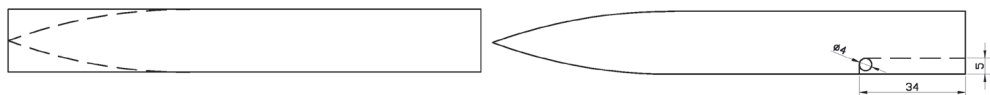

Fig. 7
7) Lavorazione da eseguirsi sull'ala da 20 mm dalla parte opposta dell'angolo d'unione con l'ala da 35 mm. Effettuare i tagli lungo le linee tratteggiate. Tracciare la sagomatura della punta del chiodo e modellarla con il disco abrasivo da sgrosso (**Fig.7**).